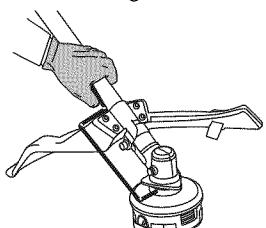

Fig. 23
- Alinee el orificio del buje del eje con la ranura de la varilla de traba e inserte la varilla de traba en el orificio del buje del eje (Fig. 23).
- Sujete la varilla de traba en su lugar sosteniéndola al lado del brazo de la unidad (Fig. 23).